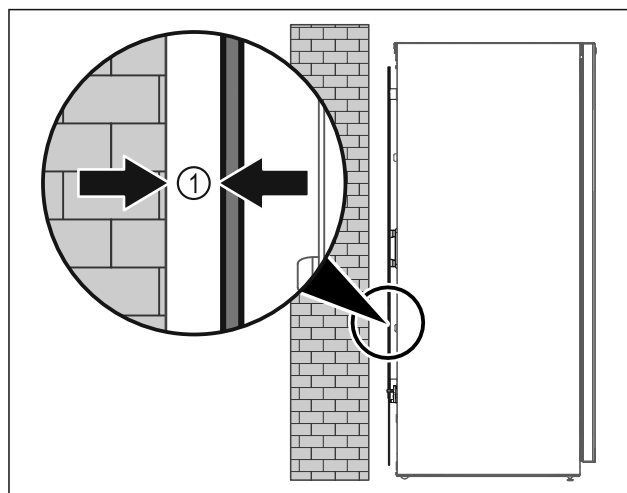

Fig. 7
- Urządzenie ustawić swobodnie w pomieszczeniu lub bezpośrednio przy ścianie z minimalnym odstępem 5 mm Fig. 7 (1).